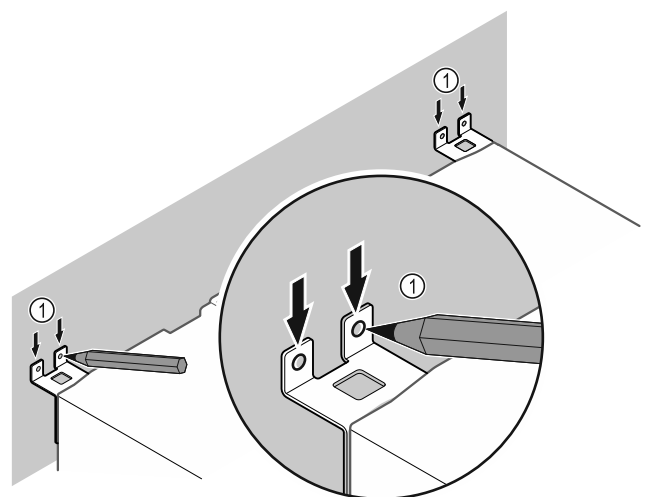

Fig. 10
- ▶ Κάντε σημάδια στον τοίχο Fig. 10 (1).